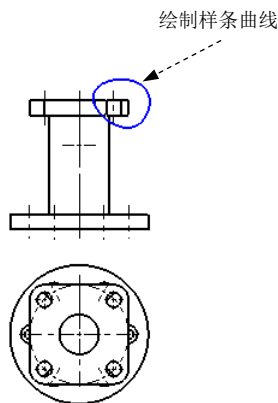

图 6.3.25 绘制剖切范围
Step3. 绘制剖切范围。绘制图 6.3.25 所示的样条曲线作为剖切范围。